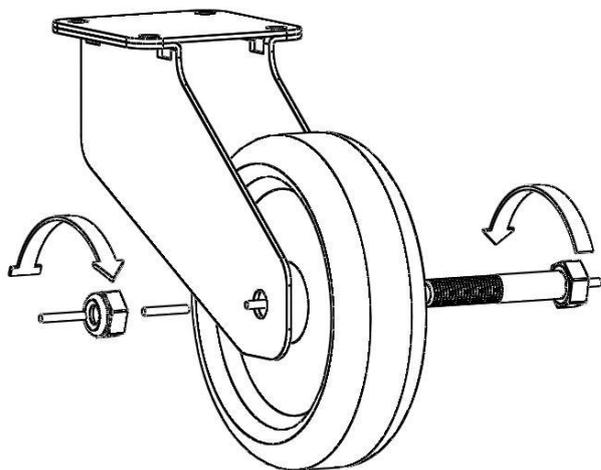

Fig. 1.1
1. Faire tourner la roue au moyen d'une vis et d'écrous cellules M8 (SM8 NK) auto-bloquants comme le montre la figure 1.1.